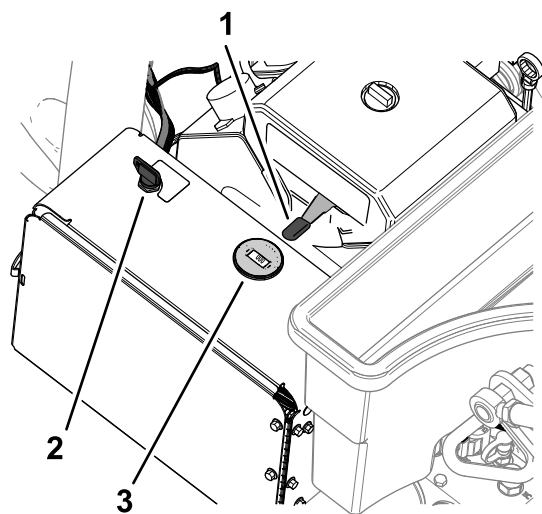

Figura 71
- Mueva la palanca del acelerador (Figura 71) a la posición de LENTO.